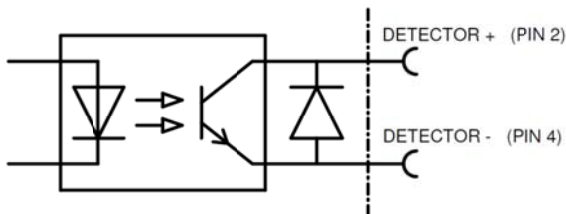

Figure 4, connexions du *Perfomaster*
- Connecter le câble d'alimentation comme illustré à la Figure 4.